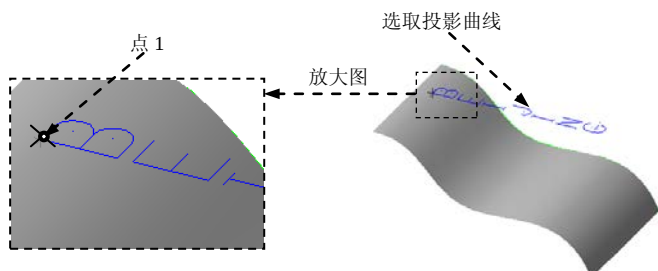

图 6.5.3 选取投影曲线和搜寻点
(2) 单击“刀路/曲面选择”对话框 **曲线** 区域的  按钮，系统弹出“串连”对话框，单击其中的  按钮，然后框选图 6.5.3 所示的所有曲线（字体曲线），此时系统提示“输入搜索点”，选取图 6.5.3 所示的点 1（点 1 为直线的端点），在“串连”对话框中单击  按钮，系统重新弹出“刀路/曲面选择”对话框。